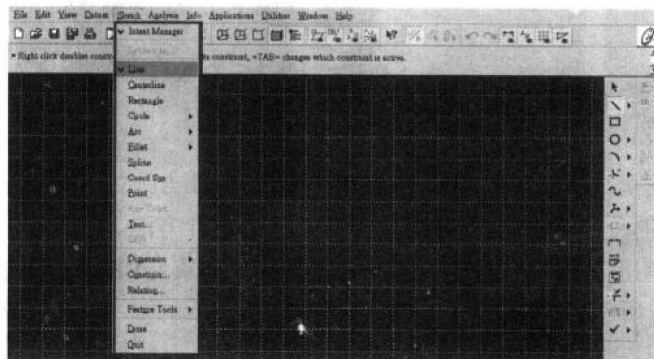

图1-9
(6) 表面 (Surface)：可以提供设计者以快速的设计方式来设计不同的曲面实体模型，以加快产品的设计时间与设计产品的准确率（如图1-9所示）。